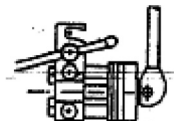

Abb. 1
- A. Das Werkzeug in einen Schraubstock einspannen. Den Hebel auf den Nocken montieren. Die durch den Hebel gesteuerte Mutter lockern und den Haltebügel der Matrizen öffnen (**Abb. 1**).